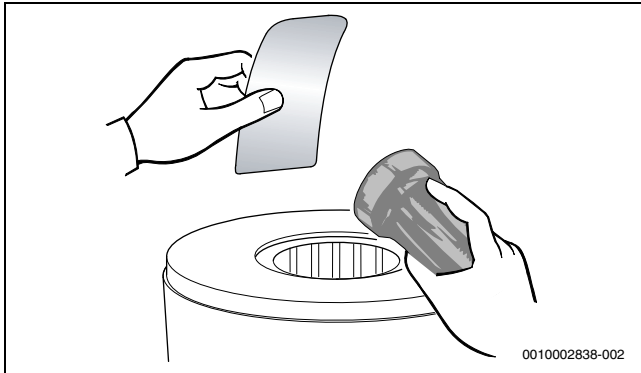

Bild 152 Wärmeblock auf Rückstände prüfen
- ▶ Wärmeblock erneut auf Rückstände prüfen (→ Bild 152).